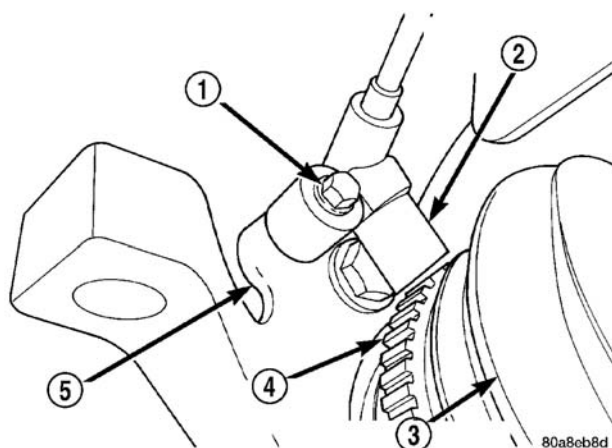

图 1 前轮速传感器连接螺栓
- （6）拆下轮速传感器头固定螺栓（图 1）。
(1) 将前轮速传感器线缆连接至车辆线束接头。确定轮速传感器线束接头已完全插入并锁至车辆线束接头。
(2) 安装将布线夹固定到车身上的螺栓，拧紧至 $14 \text{ N} \cdot \text{m}$ (125 in.lbs.) 的扭矩。
(3) 将轮速传感器线缆保护圈插入滑柱上的中间托架。
(4) 安装轮速传感器头的固定螺栓（图 1）。拧紧螺栓至 $13 \text{ N} \cdot \text{m}$ (115 in.lbs.) 的扭矩。
(5) 将车轮与轮胎总成装至车上。
(6) 降下车辆。
(7) 进行路试以确定基本制动系统与 ABS 制动系统能正常工作。